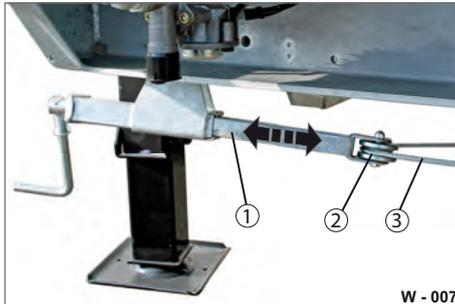

Abb. 7 Spindel-Feststellbremse schmieren
- ▶ Hub-Gestänge (Abb. 7/1) prüfen, Umlenkrolle (Abb. 7/2) und Übertragungsseil (Abb. 7/3) auf Schäden / Verformungen / Risse hin prüfen.
- ▶ Umlenkrolle (Abb. 7/2) einfetten.